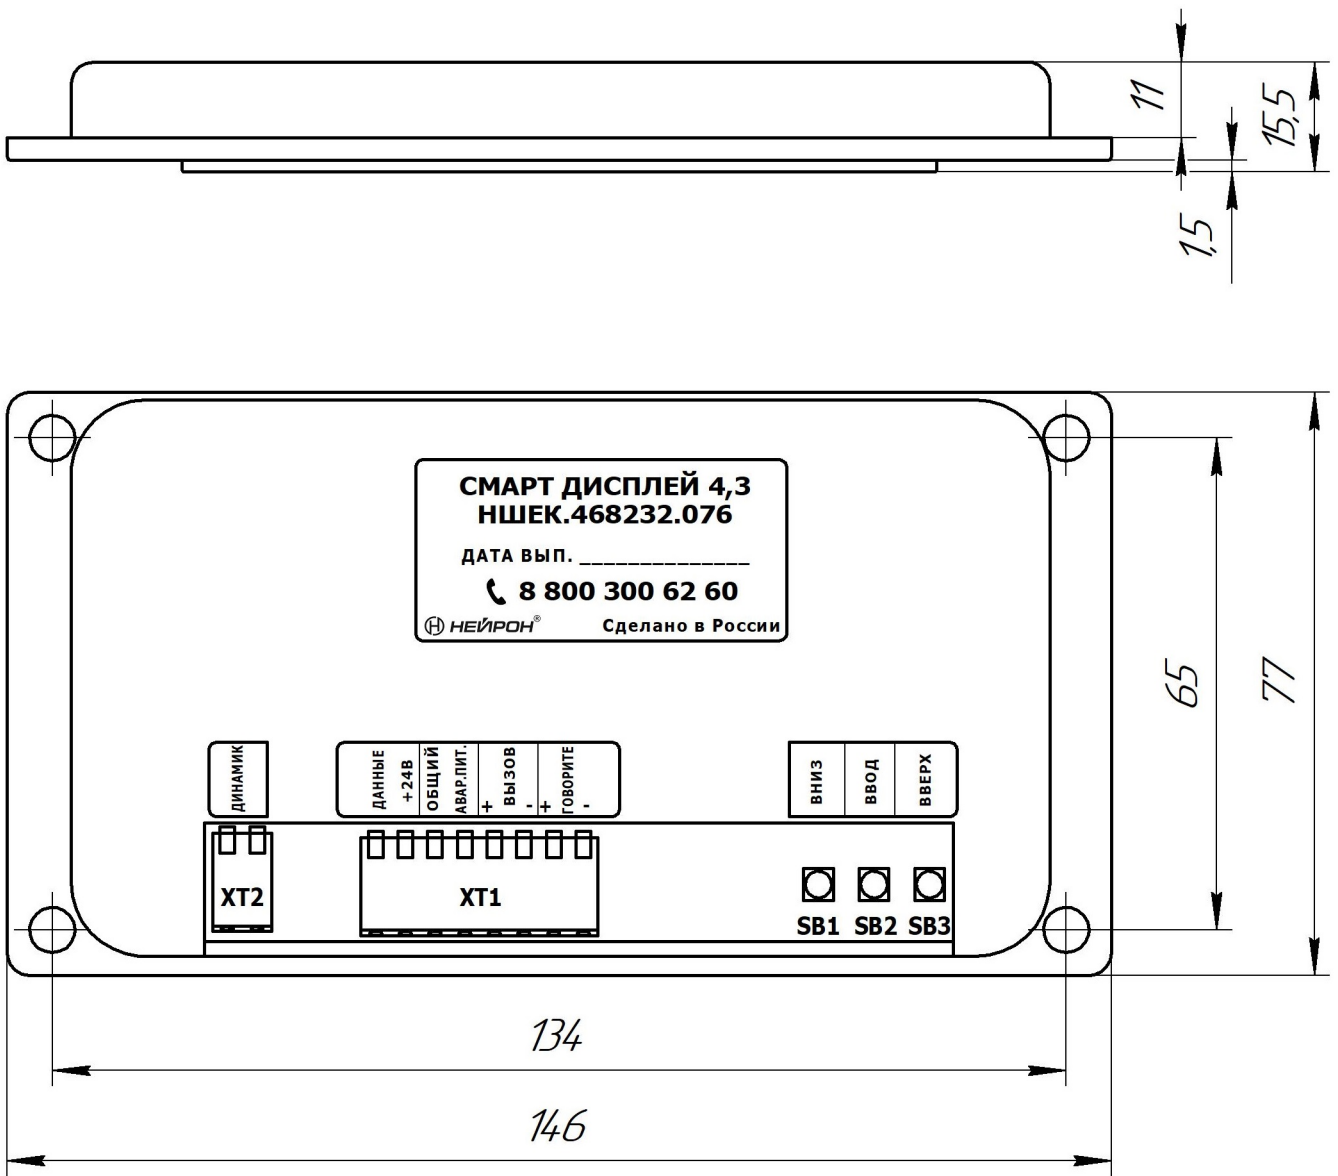
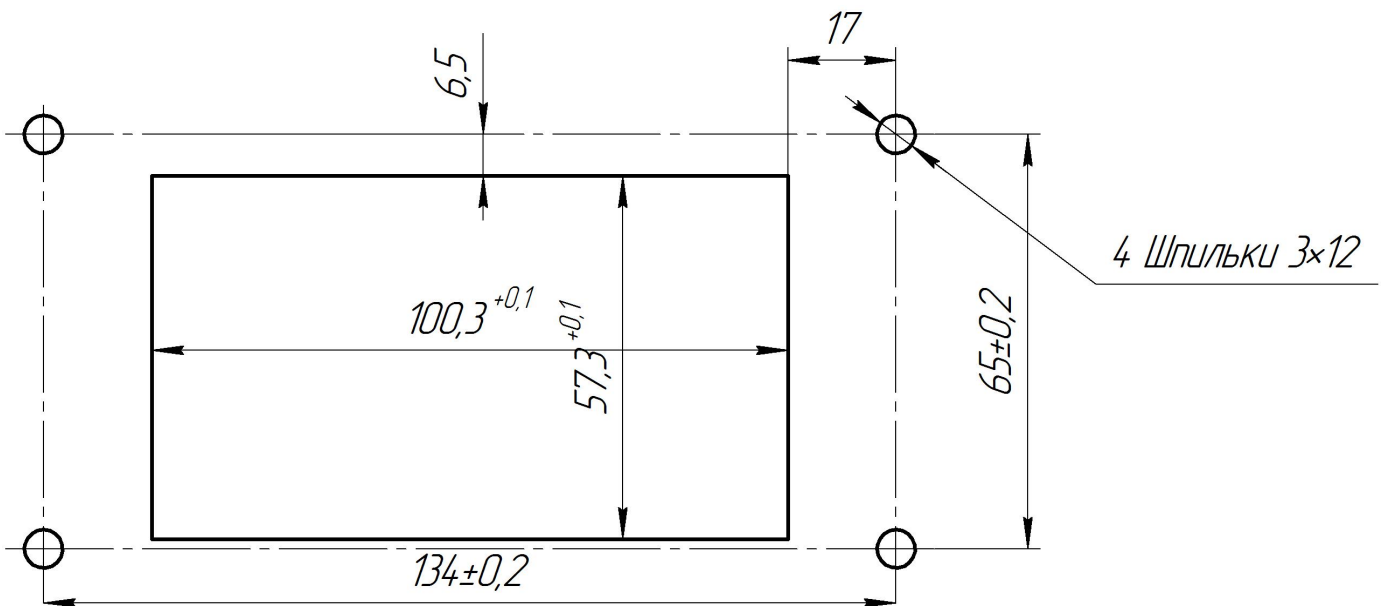

Рис.2. Габаритные и установочные размеры
Рис.3. Разметка для установки и крепления
7.1 Габаритные и установочные размеры устройства показаны на рис.2. Размеры окна в панели приказов для устройства и расстояния установочных шпилек указаны на рис.3. Устройство закрепить разъемами вниз.